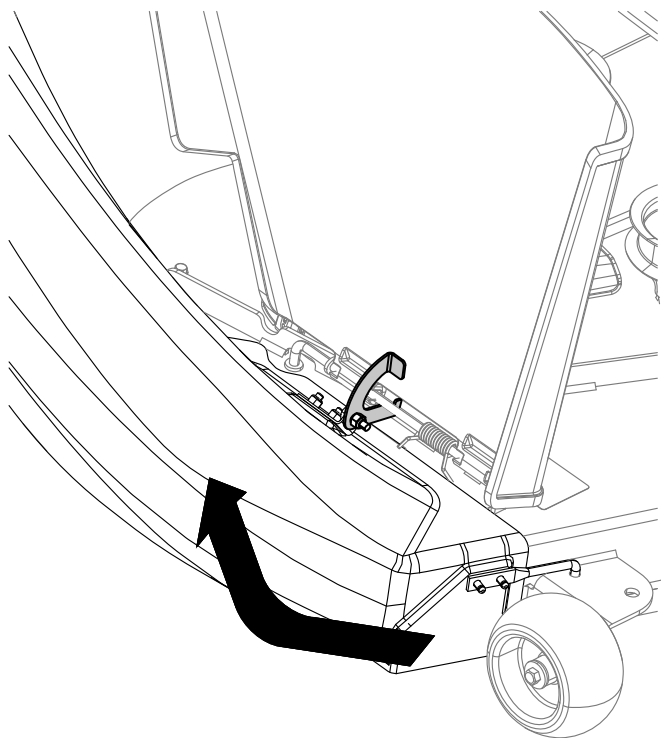

Figura 17
3. Sulla parte superiore del camino di scarico, innestate il fermo a forma di gancio attorno all'asta orientabile del gruppo deflettore e montate l'asta nel foro sul piatto di taglio (Figura 17).